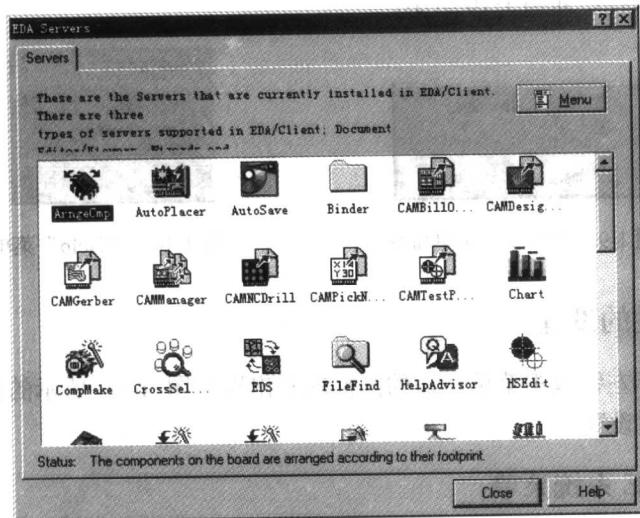

图 1-12 “EDA Servers (服务器设置)”对话框
- “Servers”命令。它是 Protel 99 SE 的服务器设置编辑器。它管理着 Protel 99 SE 的所有服务器，包括安装、打开、停止、移走、设置安全性、属性以及观察角度等。点击该项会出现如图 1-12 所示对话框。在图 1-12 中，先使用鼠标选定服务器，然后用